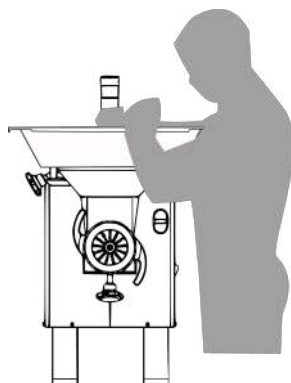

FIG. 3 POSICIÓN DE TRABAJO
- 1.- Antes de comenzar, posicione correctamente en uno de los lados del molino (**Ver Fig. 3**).
- 3.- Ponga el producto a moler sobre la charola (2).
- 4.- Alimente manualmente sobre la entrada del cabezal (13).
- 5.- Use el empujador (1) para introducir el producto sin forzar la entrada de éste.